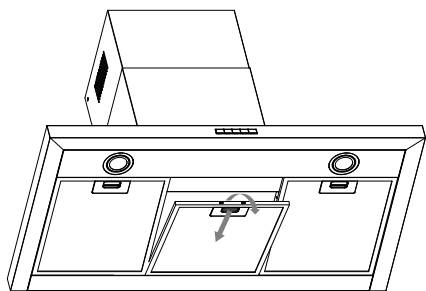

Рисунок 11
- Для отсоединения жирославливающего фильтра, следует нажать на пружинный замок. Это позволит отсоединить фильтр от поверхности вытяжки. Опустите фильтр вниз и снимите его. См. рисунок 11.
- Для отсоединения жирособирающего фильтра, следует нажать на пружинный замок. Это позволит отсоединить фильтр от поверхности вытяжки. Опустите фильтр вниз и снимите его. См. рисунок 11.